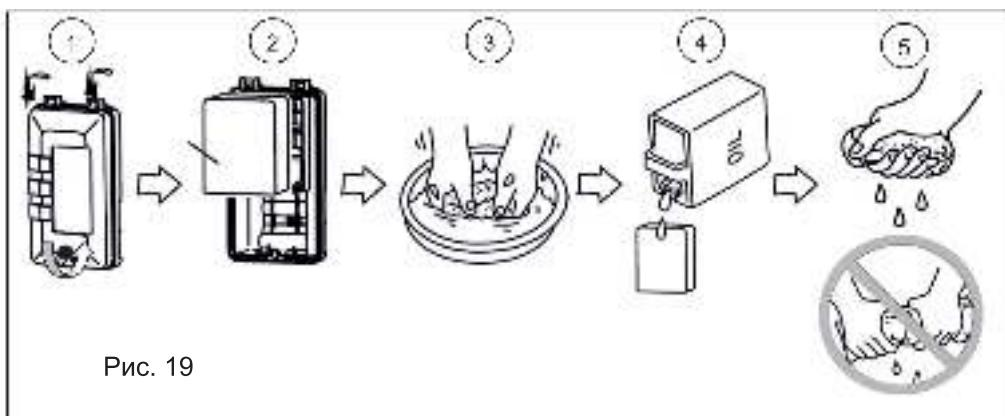

Рис. 19
6. Установите электростанцию на горизонтальной поверхности и залейте новое моторное масло рекомендованное производителем до нижней кромки маслозаливной горловины (рис. 19);
1. Снимите крышку воздушного фильтра, открутив винт крепления крышки (рис. 19);